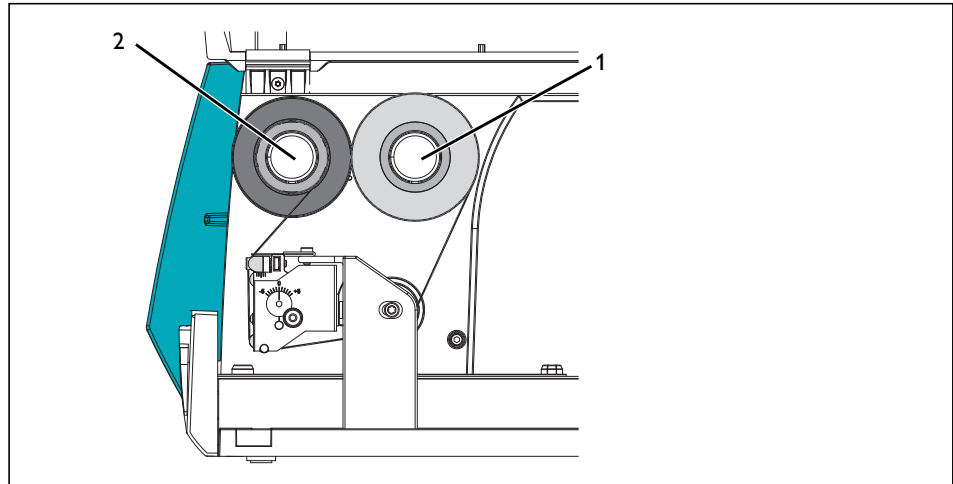

Figura 2-6 Recorrido del rollo de tinta
- Tire del rollo de tinta hasta el rodillo de enrollado (1), de manera que la capa de tinta de la lámina mire hacia abajo al desenrollarse.
- Los rollos de tinta para esta impresora de Phoenix Contact tienen una capa de tinta en la parte exterior del rollo. Tenga en cuenta el sentido de desenrollado que se muestra en la Figura 2-6. **Si la posición de la capa de tinta es incorrecta, la lámina se queda pegada al cabezal de impresión.**
- Coloque el carrete vacío de un rollo de tinta sobre el rodillo de enrollado (2).
- Haga pasar el rollo de tinta por el módulo de impresión como se muestra en Figura 2-6.